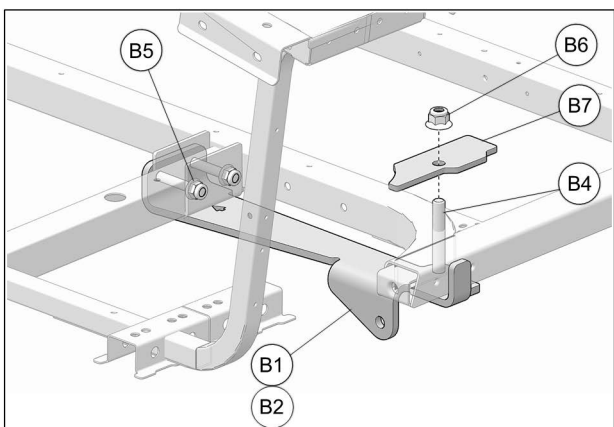

Fig. 11
9. Glisser la plaque supérieure (**B7**) sur le boulon M10x70mm (**B4**) et fixer l'ensemble au châssis du véhicule avec l'écrou M10 (**B6**). Serrer les écrous M8 (**B5**) à 50 Nm [37 lb•pi] et l'écrou M10 (**B6**) à 70 Nm [52 lb•pi]. Voir la Fig. 11